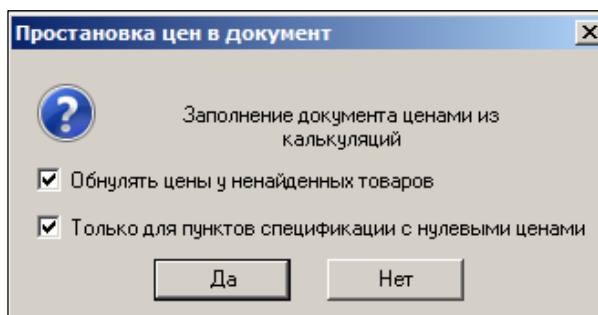

Рисунок 68 – Простановка цен в документ
2. Выбрать правила простановки цен (Рисунок 68):